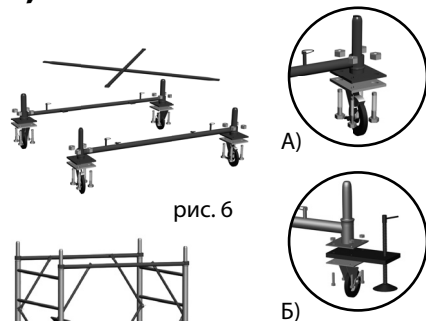

рис. 6
- Поворотные колеса (4) при помощи комплекта крепежа колес (12) присоединить к гантели базы (2) (рис. 6 А). В данном случае нет необходимости использовать балки базы (1) и нижние опоры базы (3).
- Для придания большей устойчивости вышки, можно использовать съемную винтовую опору (14), (в стандартный комплект не входит) соединив ее с гантелью базы и поворотным колесом (рис. 6 Б).
- На верхние флажковые замки гантели базы, установить стяжки базы (5) (рис. 6).